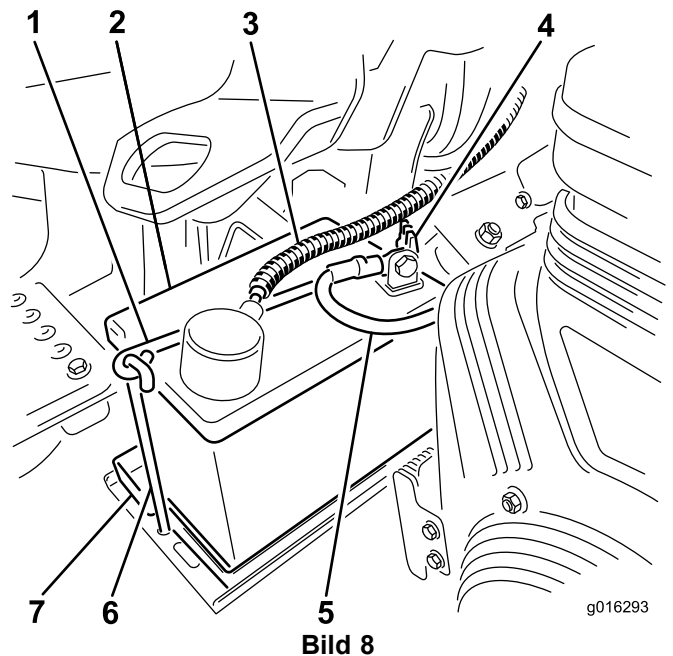

Bild 8
7. Setzen Sie die Batterie auf das Batteriefach und befestigen sie mit den vorher entfernten Befestigungen und der Batterieklemme (Bild 8).
8. Klemmen Sie zuerst das Pluskabel (Rot) am Pluspol (+) der Batterie und dann das Minuskabel (Schwarz) am Minuspol (-) der Batterie an, wobei Sie die Kopfschrauben und Muttern verwenden (Bild 8). Ziehen Sie den Gummischuh über den Pluspol, um Kurzschlüssen vorzubeugen.